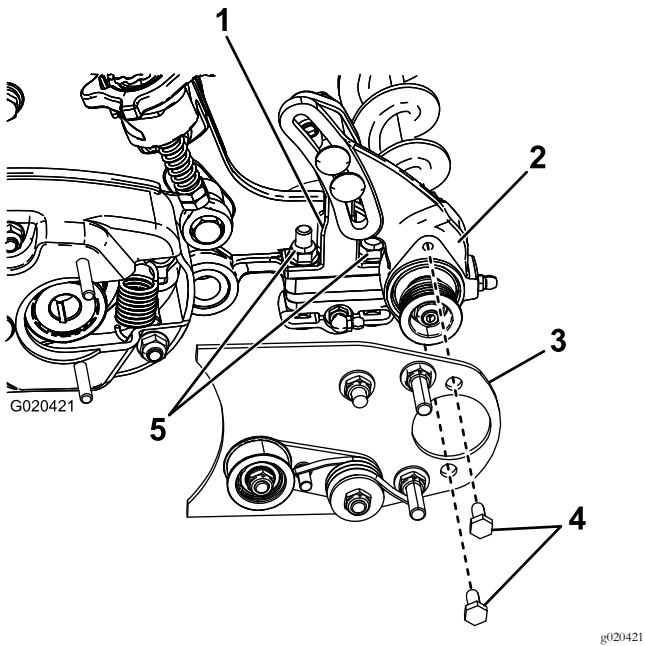

Bild 7
3. Tragen Sie auf die zwei Schrauben (5/16 x $\frac{5}{8}$ ") 242-Loctite (blau) auf und montieren Sie die Bürstenplatte am Lagergehäuse der Rollenbürste mit diesen Schrauben (Bild 7).